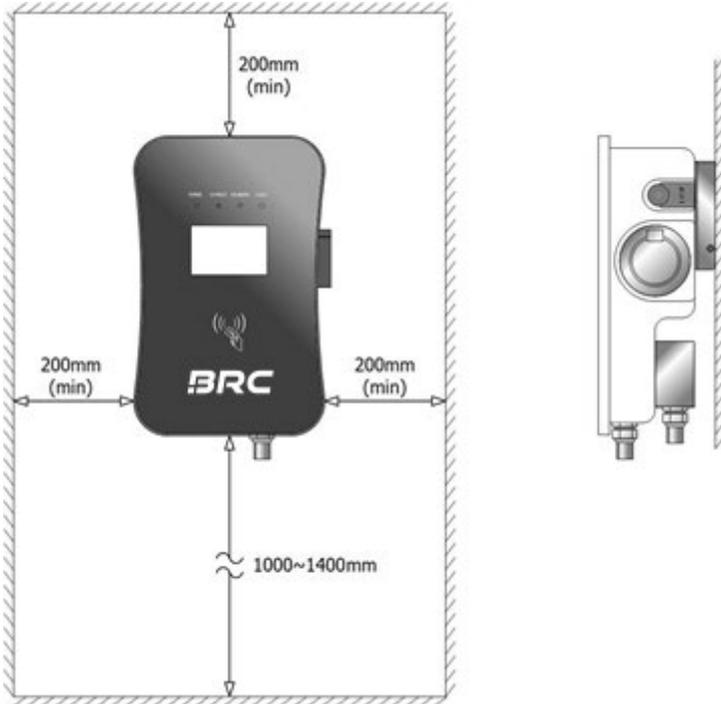

Abb. 5-1 Mindestplatzbedarf für die Wandmontage
- Wie in Kapitel 2.4 erläutert, benötigt die Wallbox einen festgelegten Platzbedarf, um die optimalen Betriebsvoraussetzungen zu gewährleisten. Die Mindestplatzanforderungen bei der Wandmontage sind in Abb. 5-1 dargestellt.